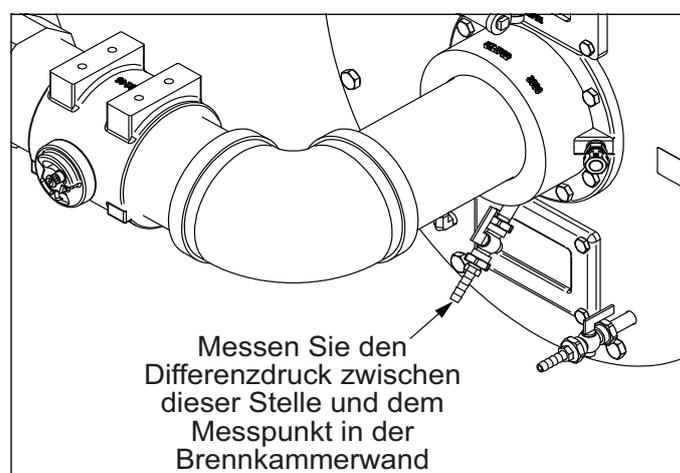

Abbildung 4.19. Differenzgasdruck bei Volllast
3. Messen Sie den Gasdifferenzdruck gemäß Abbildung 4.19.